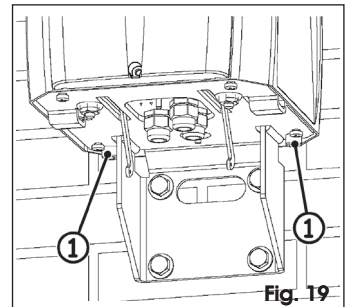

Fig. 19
7. Bloquer le corps du moteur avec les deux vis postérieures, Fig. 19 réf. ①.